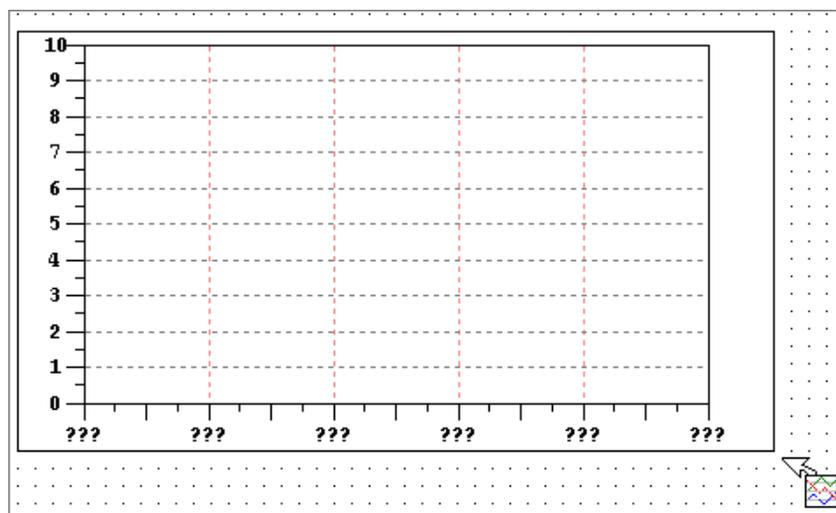

Рис. 90. Рисование элемента визуализации Тренд
3. Выберите команду **Insert–Trend** в главном меню или щелкните на пиктограмме  в панели инструментов CoDeSys и нарисуйте элемент визуализации Тренд, как показано на рис. 90. Для этого нажмите левую кнопку мыши в точке формы, где должен быть расположен верхний левый угол элемента, после чего, оставив левую кнопку мыши нажатой, переместите курсор в точку, в которой должен находиться правый нижний угол элемента, и отпустите левую кнопку мыши.